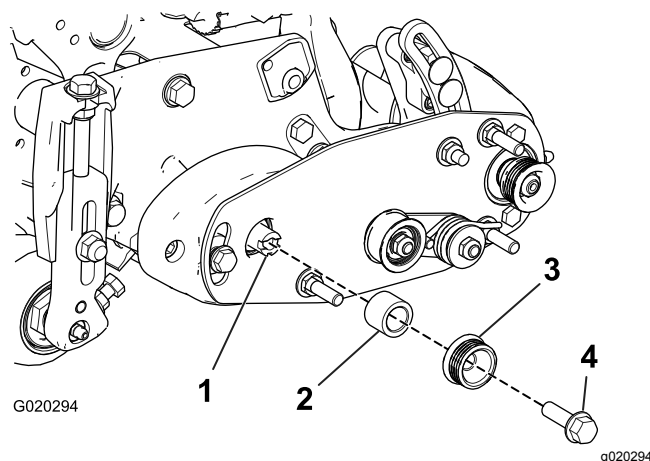
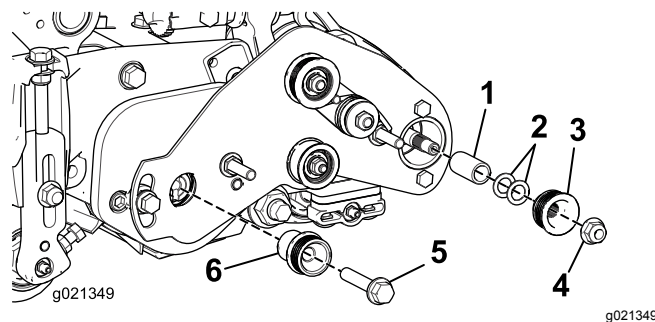

Figure 19
Figure 20
33. Insérez l'entretoise sur l'arbre du logement de roulement (Figure 19).
34. Insérez la poulie d'entraînement dans l'entretoise et sur l'arbre d'entraînement (Figure 19 et Figure 20).
35. Fixez la poulie et l'entretoise à l'arbre d'entraînement avec un boulon à épaulement ($\frac{3}{8}$ " x 2") (Figure 19 et Figure 20).
36. Pour les unités de coupe de 56 cm seulement, fixez l'entretoise et la poulie d'entraînement avec un contre-écrou (Figure 20).